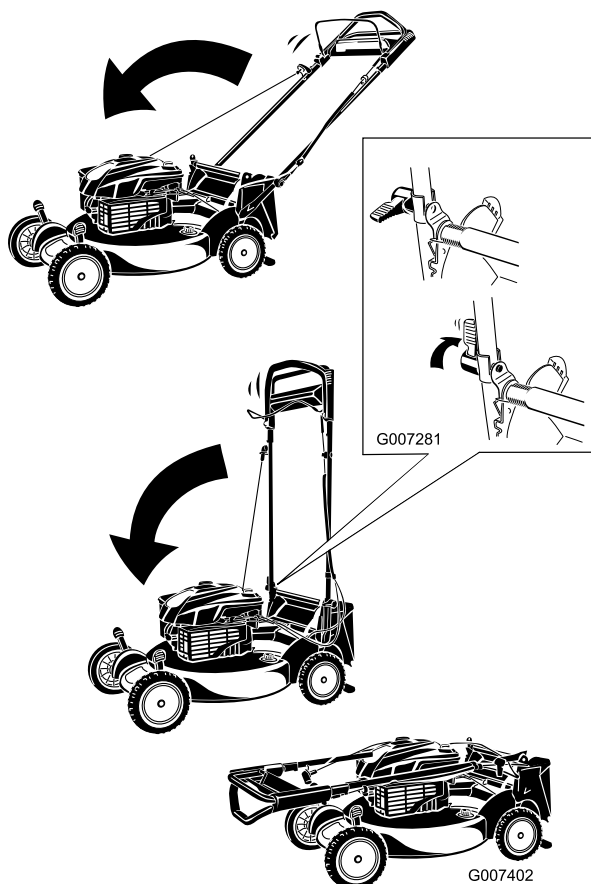

Figura 42
1. Doble el manillar hacia adelante (Figura 42).